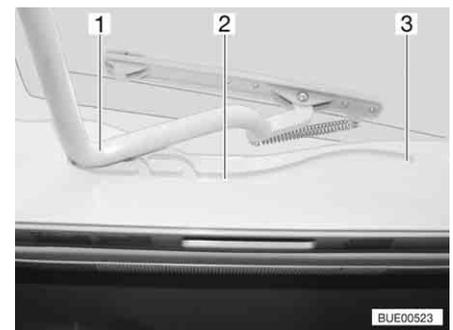

Fig. 54 Claraboya Heki, guía
- Tirar la horquilla (Fig. 54,1) en las guías (Fig. 54,2) hasta la posición trasera final (Fig. 54,3).
- Empujar el estribo (Fig. 54,1) ligeramente hacia arriba con ambas manos.
- Tirar el estribo en las guías (Fig. 54,2) hasta la posición deseada.